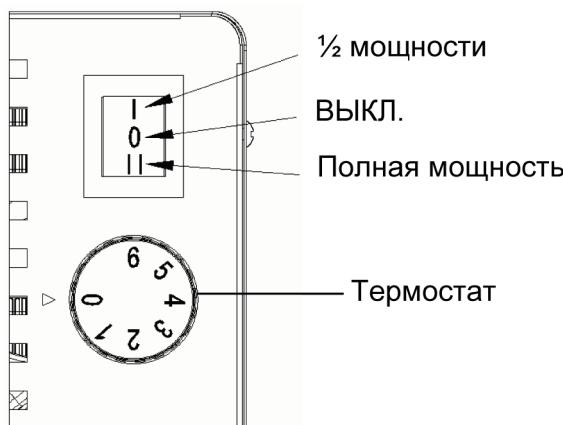

Рис.2
- Установите переключатель режима работы (рис. 2) в положение «I» или «II» в зависимости от необходимой мощности. При этом включается вентилятор и будет подаваться теплый воздух.
Установите ручку термостата в положение «0» (рис. 2).